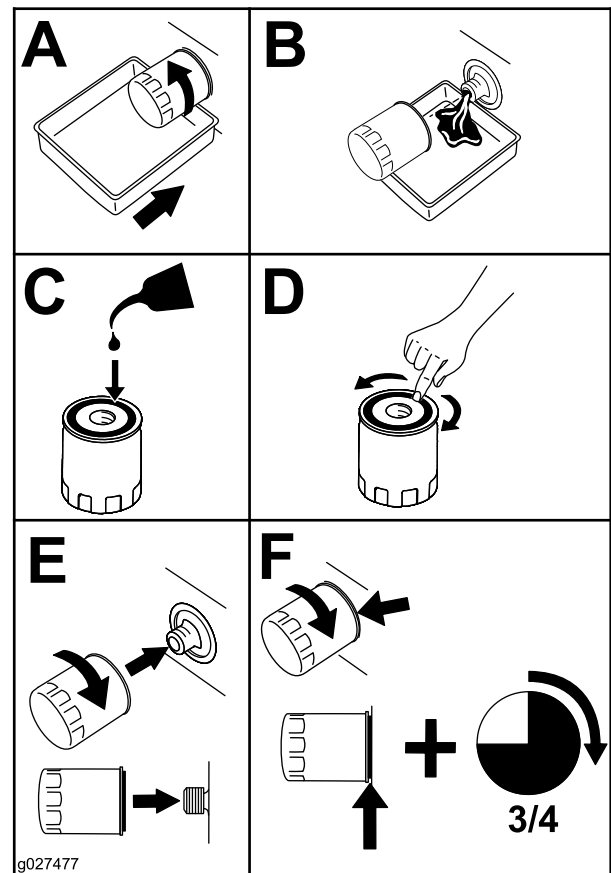

Figura 55
- Substitua o filtro do óleo do motor (Figura 55).